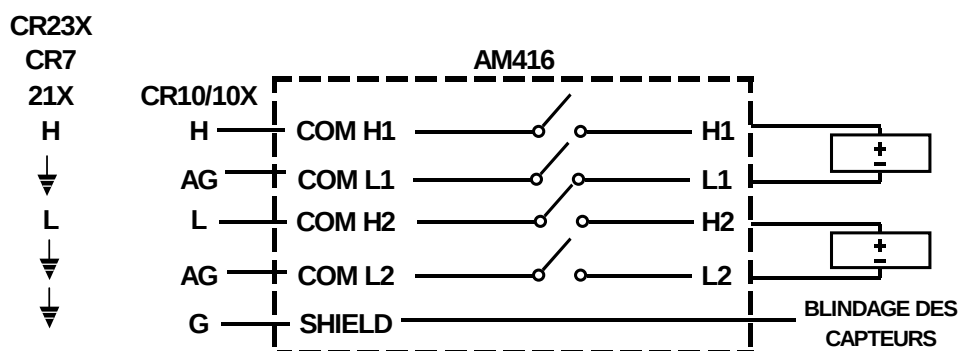

Figure 7 Mesure unipolaire sans excitation
Câblage Multiplexeur/Centrale : les voies des signaux des bornes COM sont connectées à deux voies analogiques unipolaires consécutives. Les voies transportant le signal de masse sont reliées aux voies de masse analogique de la centrale CR10/CR10X (AG), ou à la masse des centrales 21X, CR23X et CR7. La voie de blindage des bornes COM est reliée à la prise de terre de la centrale (Figure 7). Ce câblage permet de mesurer jusqu'à 32 capteurs unipolaires à partir de deux voies unipolaires de la centrale